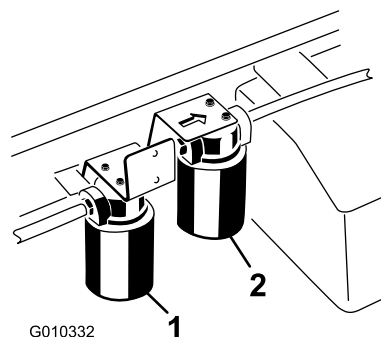

Figura 69
5. Collocate una bacinella di spurgo sotto il filtro, e togliete il filtro (Figura 69).
4. Pulite la superficie circostante il filtro ad alto flusso (Figura 69).